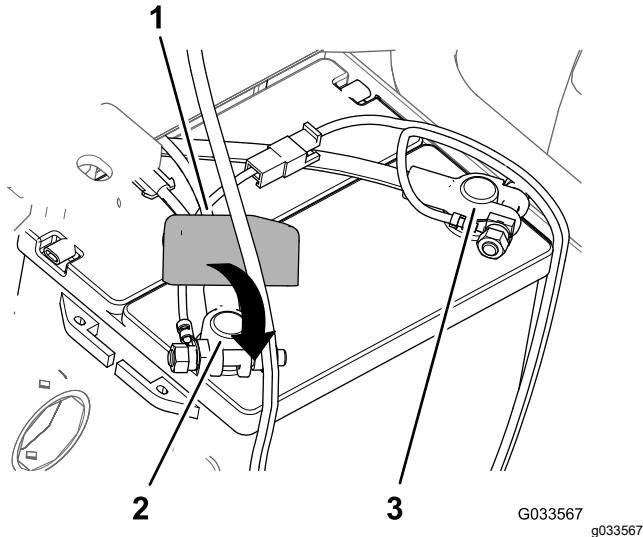

Figura 32
- Conecte el cable positivo de la batería al borne **positivo** de la batería y apriete la tuerca de la abrazadera a mano (Figura 32).